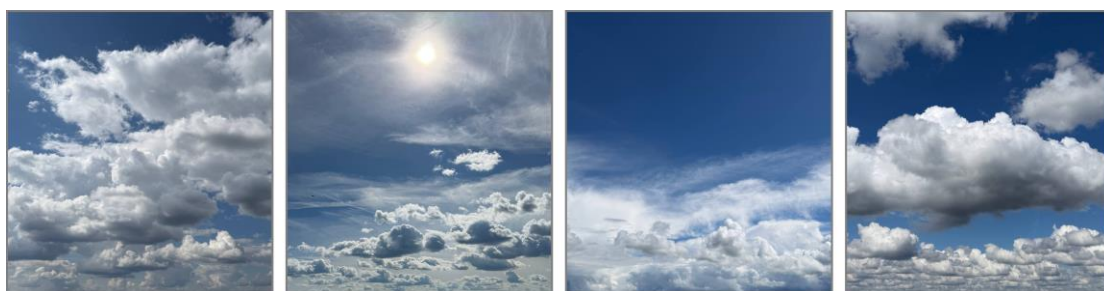

Рисунок 17 – Пример погодных условий для использования трекера «нейро»
- **нейро** – предназначен для работы в условиях выраженных, контрастных кучевых облаков (рисунок 17);